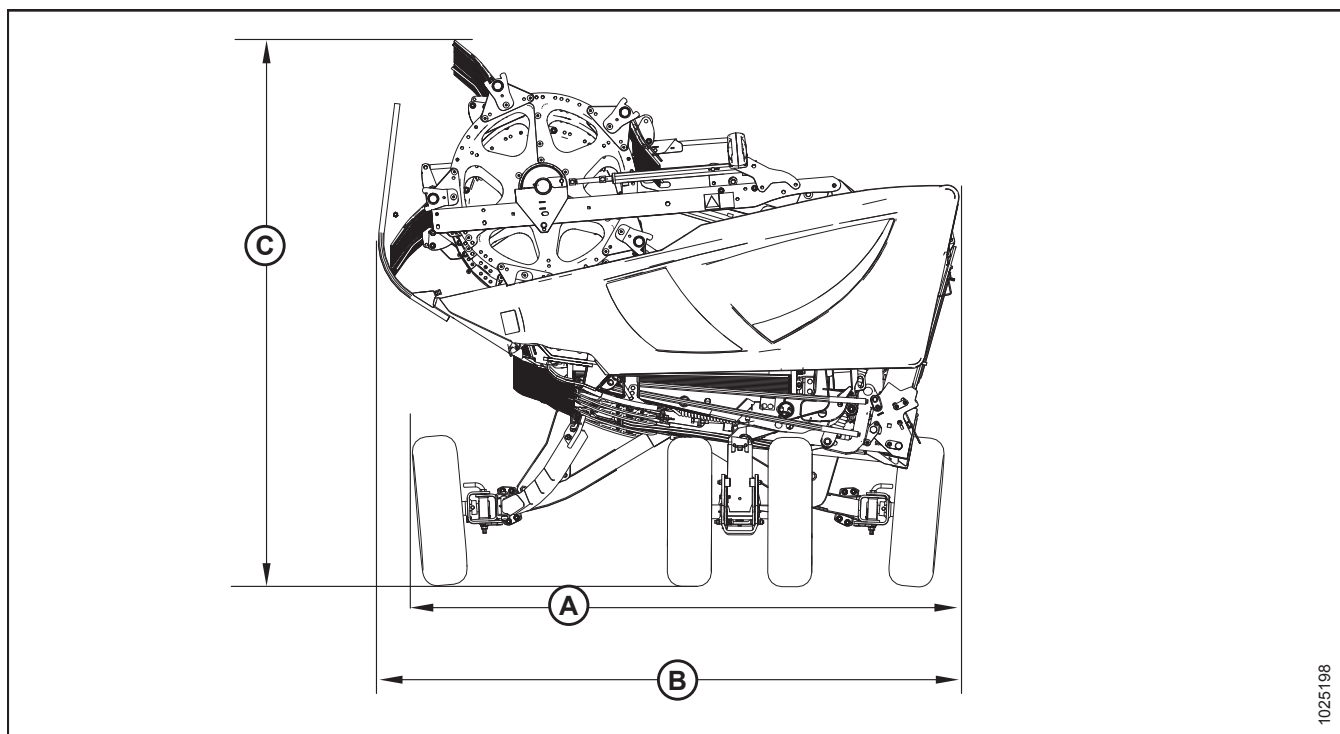

Figure 2.2: Largeur de la plateforme
2. Voir la figure 2.2, page 32.